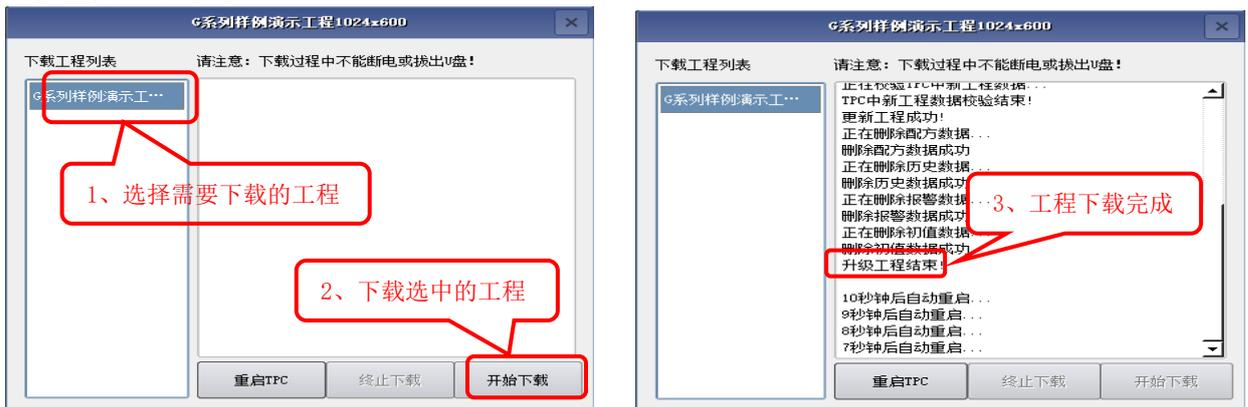

图 2.5-5 U 盘更新工程
- ⑤ 如图 2.5-5 所示，在下载工程列表中单击选择需要下载的工程，点击【开始下载】，等待工程下载完成后重启 TPC 即可。